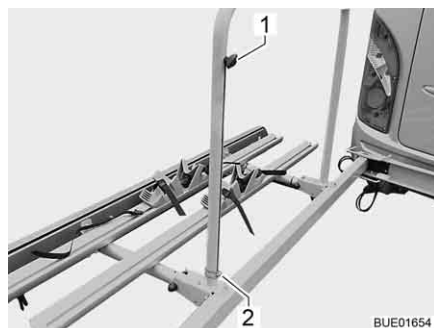

Bild 3 Fastsättning av stödbenet
- Frigör och dra ut ringsprinten (Bild 3,2).
- Lossa vingskruven (Bild 3,1).